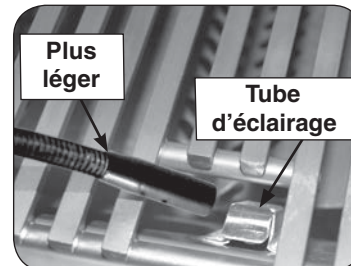

Fig. 26-2 Éclairage manuel via un tube d'éclairage
2. Passez un allumeur brûlant de butane de long-baril ou une allumette brûlante de long-tige dans la grille à cuire s'ouvrant au dessus du tube d'éclairage. (Fig. 26-2). Pour les brûleurs de dos ou les brûleurs infrarouges, maintenez la flamme contre la surface du brûleur de brûleurs arrière / infrarouge.